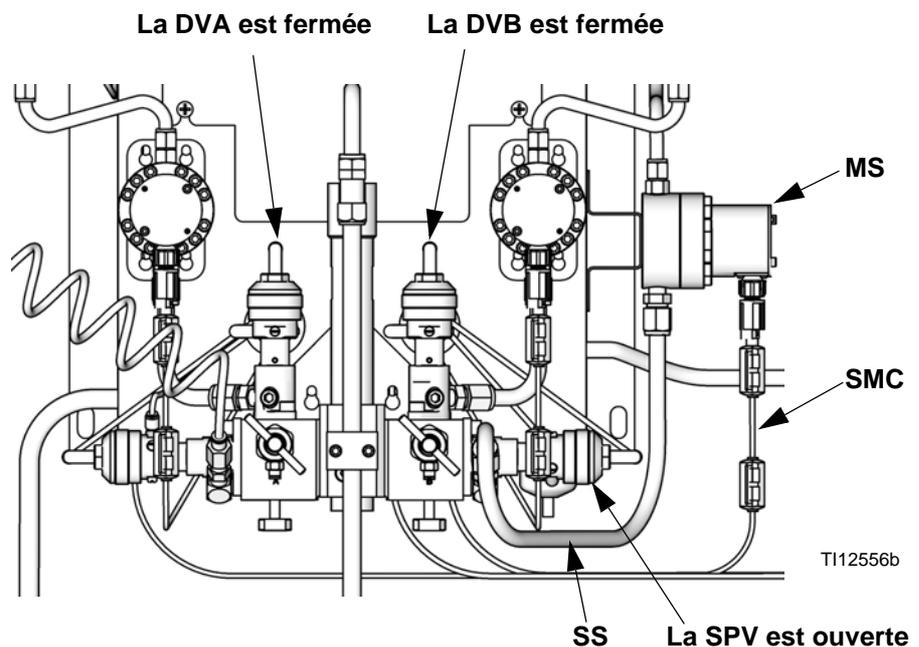

Fig. 121. Configuration de la Poussée de solvant
1. Voir FIG. 121. Installez le débitmètre de solvant (MS) du côté de la station de fluides comme décrit dans le manuel d'installation du ProMix.